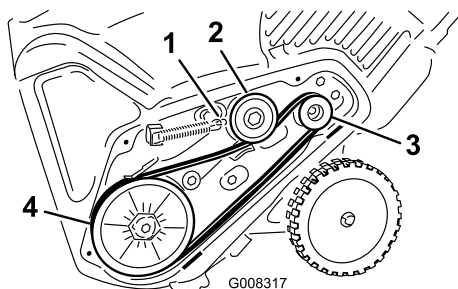

Bild 30
5. Setzen Sie den neuen Treibriemen ein, siehe Bild 30.
8. Haken Sie die Feder wieder in den Spannarm ein (Bild 30).